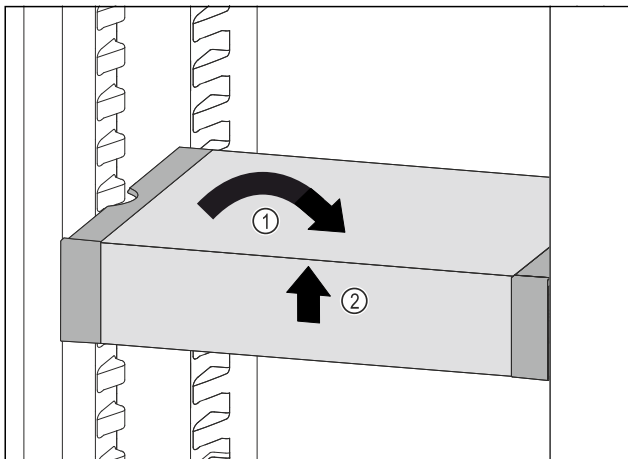

Fig. 192
- ▶ Collocare VarioSafe in maniera dritta. Fig. 192 (1)
- ▶ Sollevare VarioSafe dal lato anteriore. Fig. 192 (2)